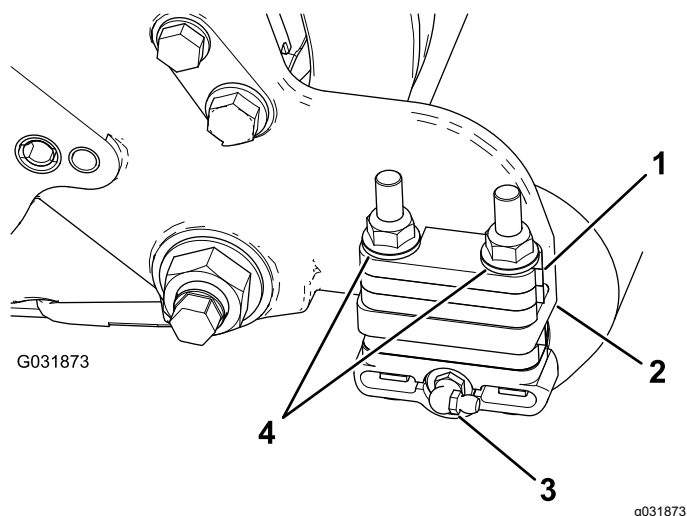

Рисунок 7
1. Снимите масленку катка с боковой стороны режущего блока, у которого установлен корпус щетки катка (Рисунок 7).
- Отверните две фланцевые контргайки, соединяющие каждый кронштейн катка с боковыми пластинами (Рисунок 7).